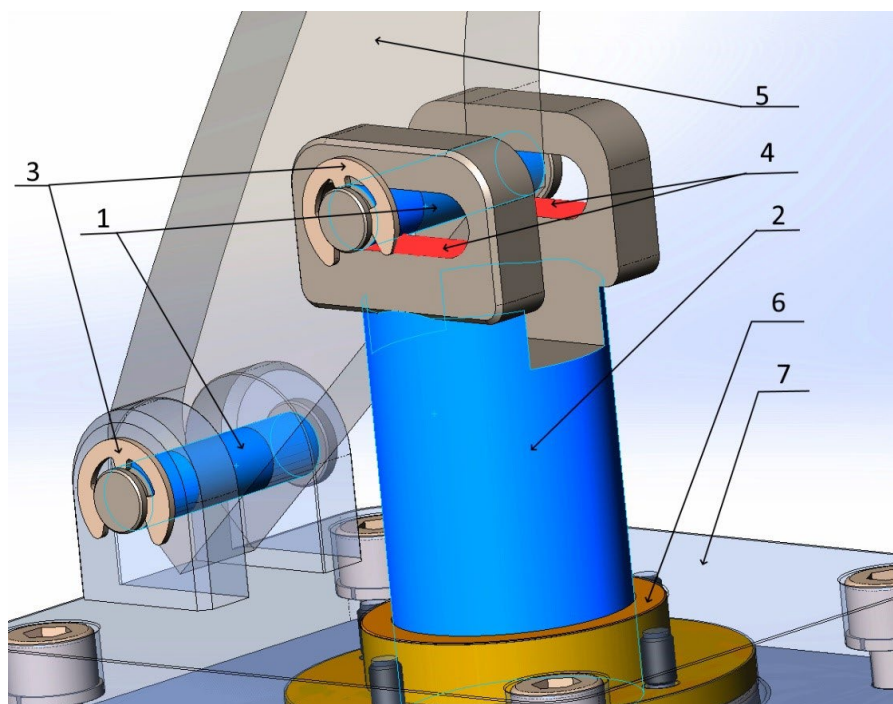

Рисунок 3 – Поверхности насоса, подлежащие смазке.
- 1) возрастание требуемого усилия или появление характерного звука трения металла по металлу при наборе давления на рычаге насоса (поз. 1 рис. 3);
- 2) возрастание требуемого усилия или появление характерного звука трения металла по металлу при регулировке давления вращением махового колеса (поз. 6 рис. 3);
2. При помощи отвёртки снимите стопорные шайбы 3 (рис. 3).
4. Выдвиньте вверх шток 2 (рис. 3).
6. Визуально оцените износ трущихся поверхностей. При выраженном износе поверхности 4 (рис. 3) не рекомендуется дальнейшее использование устройства. Следует обратиться к специалистам производителя.